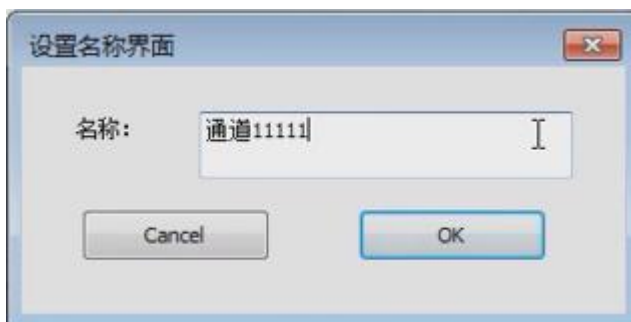

图 2-7
- b. **亮度调整:**鼠标左键单击“通道 1”位置,可修改当前光源通道名称,方便客户辨识,弹出如下图 2-7,调整好光源亮度值后,点击“保存”;